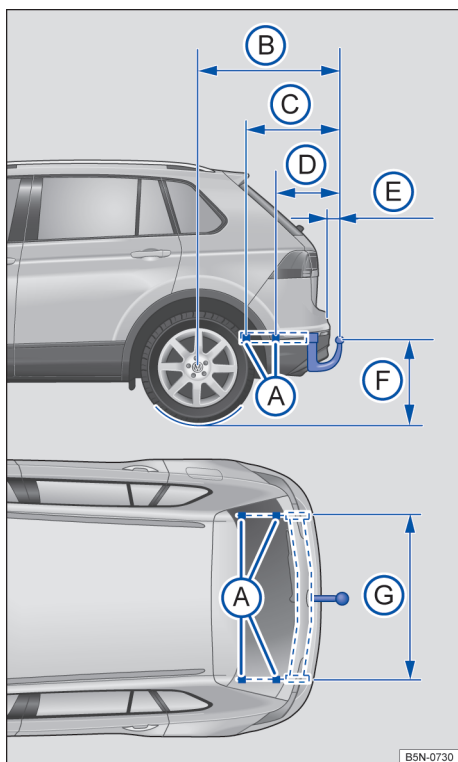

Fig. 193 Dimensões e pontos de fixação para instalar um dispositivo de reboque posteriormente.
Na instalação posterior de um dispositivo de reboque, as medidas de distância → Fig. 193 devem ser obrigatoriamente respeitadas. A menor medida indicada do centro da rótula de engate até a pista (F) não pode nunca ficar abaixo do valor definido. Isso também se aplica a um veículo totalmente carregado, incluindo a carga de apoio máxima.